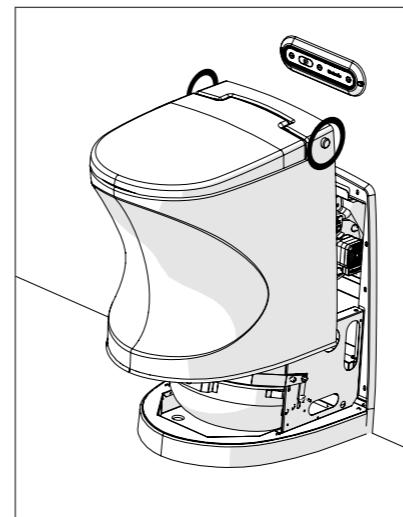

Bild 4
- Dra ut toalettstolen från bakre väggen. Ta tag vid knapparna högt upp på toalettens sidor (bild 4) och dra ut toaletten från väggen.